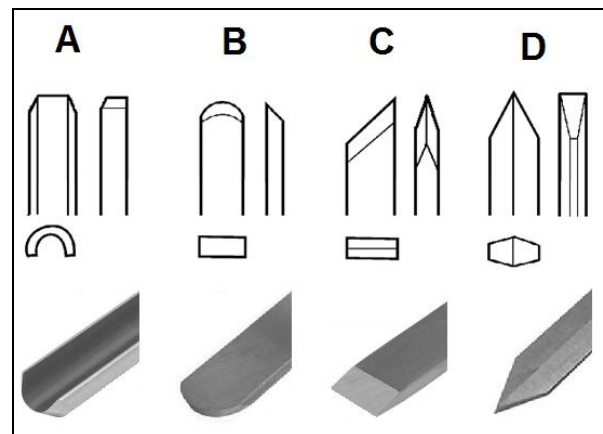
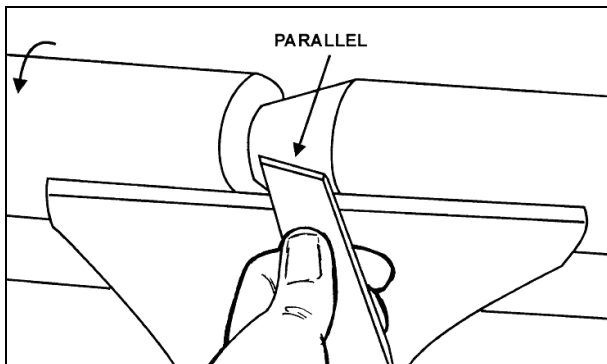

Fig 16
Fig 18
Drechselröhre (A, Fig 16). Wichtigstes Drechselwerkzeug,
**Schaber (B, Fig 16).** Wird verwendet zur Außen- und Innenkalibrierung sowie zum Entfernen von Bearbeitungsriefen.
**Schrägmeißel (C, Fig 16).** Wird verwendet zum Drechseln von V-Rillen und zur Außenkalibrierung. Die Schneide wird parallel zur Schnittrichtung angestellt (Fig 18).
**Abstechstahl (D, Fig 16).** Wird verwendet um direkt in das Werkstück einzutauchen, z.B. beim Hinterdrehen und Abstechen. Kann auch als Schaber eingesetzt werden.